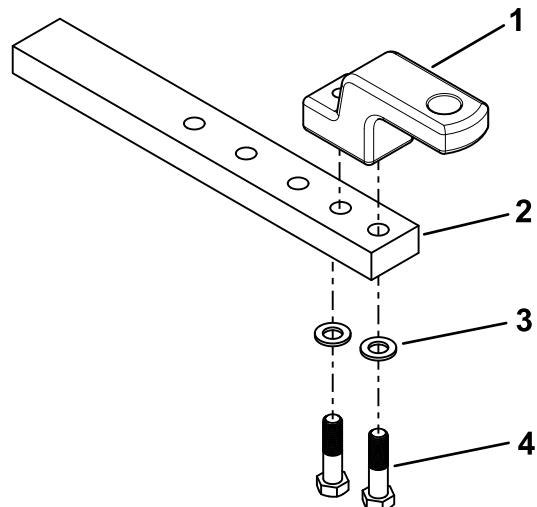

図 6
1. M18ねじ2本とワッシャ2枚でハンマーストラップを牽引バーに取り付ける図 6。